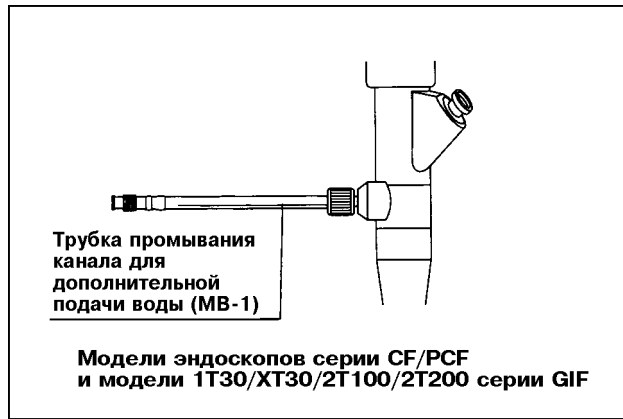

Рис. 3.17.
1. Промывание канала для дополнительной подачи воды (1) (рис. 3-17, 3-18, 3-19 и 3-20).
2. Промывание канала для дополнительной подачи воды (1) (рис. 3-17, 3-18, 3-19 и 3-20) с помощью 3 мл (3 мл) раствора моющего средства, который вводится в канал для дополнительной подачи воды (1) с помощью трубки для промывания канала для дополнительной подачи воды (MB-1). Канал для дополнительной подачи воды (1) промывается в течение 10 минут.
3. Промывание канала для дополнительной подачи воды (1) (рис. 3-17, 3-18, 3-19 и 3-20) с помощью 3 мл (3 мл) раствора моющего средства, который вводится в канал для дополнительной подачи воды (1) с помощью трубки для промывания канала для дополнительной подачи воды (MB-1). Канал для дополнительной подачи воды (1) промывается в течение 10 минут.
4. Промывание канала для дополнительной подачи воды (1) (рис. 3-17, 3-18, 3-19 и 3-20) с помощью 3 мл (3 мл) раствора моющего средства, который вводится в канал для дополнительной подачи воды (1) с помощью трубки для промывания канала для дополнительной подачи воды (MB-1). Канал для дополнительной подачи воды (1) промывается в течение 10 минут.